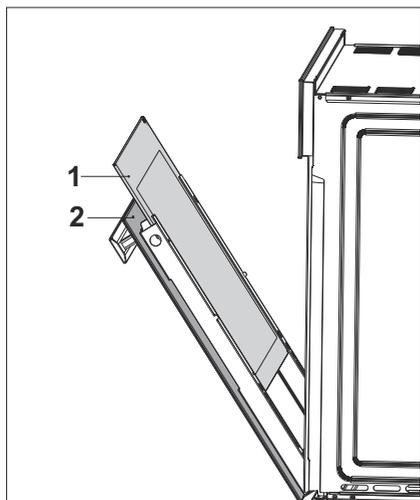

Рис. 34
10. ➔ ■ Снимите внутреннее стекло прибора для очистки (Рис. 34).